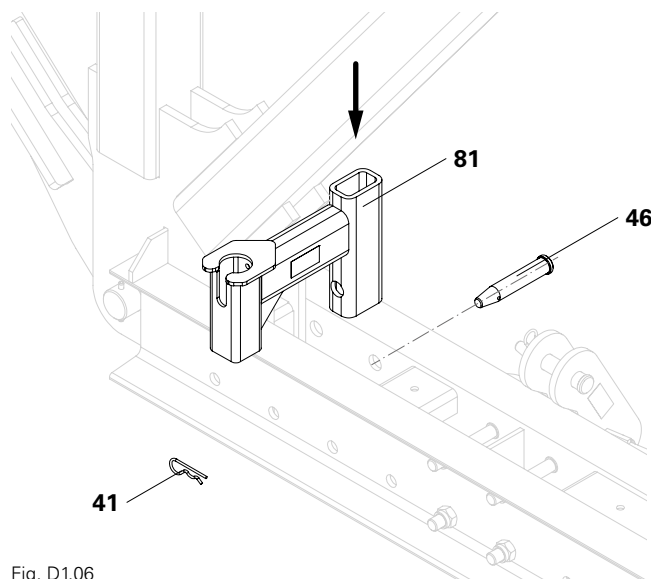

Fig. D1.06
1. Inserire l'attacco a mensola UP-VRB (81) alla distanza di 40,8 cm tra i due correnti del corrente inferiore.
2. Inserire il perno (46) e assicurarlo con l'inserto a molla (41). (Fig. D1.06)